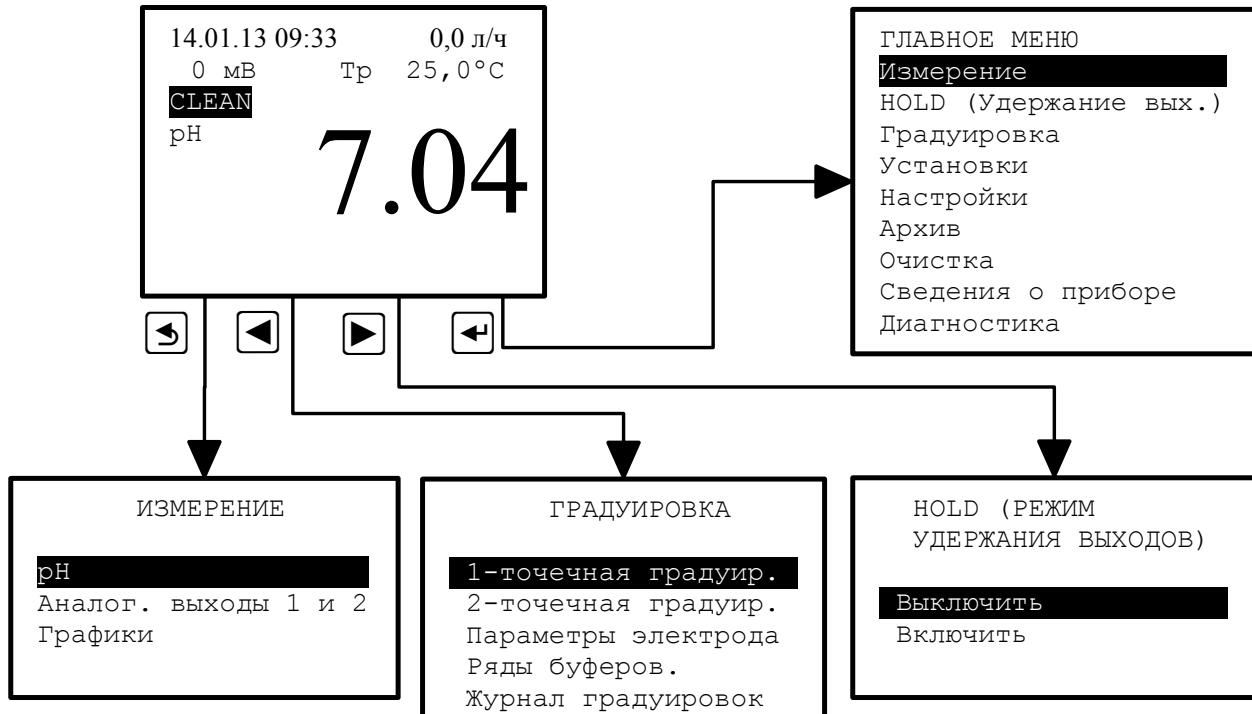

Рисунок 4 - Режим измерения
3.3.1.4 При помощи «горячих» кнопок из режима измерения можно перейти к некоторым режимам и меню pH-метра без перехода через «ГЛАВНОЕ МЕНЮ» (Рисунок 4).
3.3.2.2 Режим «HOLD» включается и выключается вручную. Войти в режим «HOLD», находясь в режиме измерения, можно при помощи «горячей» кнопки ▶ (Рисунок 4):
- в режиме измерения нажать «горячую» кнопку (смотри Рисунок 4);
3.3.4.1 Чтобы войти в меню «УСТАНОВКИ» из режима измерения, надо сначала войти в Главное меню. Вход в «ГЛАВНОЕ МЕНЮ» производится при нажатии кнопки (смотри Рисунок 4).